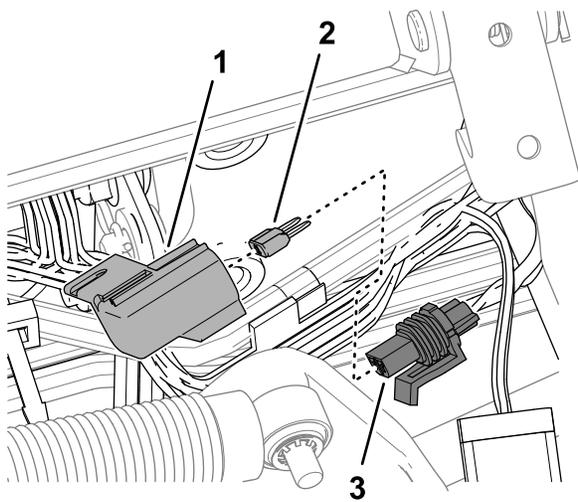

Figura 104
3. Retire a tampa do porta-fusíveis em linha rotulado 10 A FUSE TELEMATIC PWR (Figura 104).